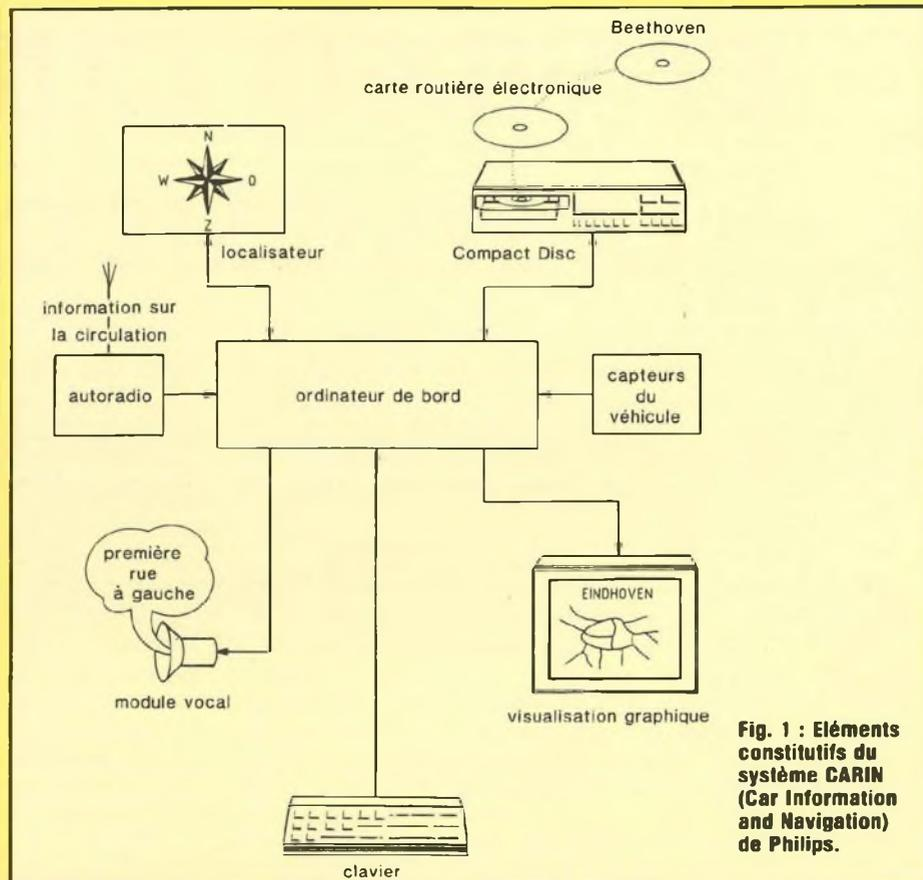

Fig. 1 : Eléments constitutifs du système CARIN (Car Information and Navigation) de Philips.
**S**chématisé sur le dessin de la figure 1, le système CARIN d'information et de navigation – appliqué à l'automobile – se compose d'un certain nombre d'éléments, associés à un ordinateur de bord auquel incombe le traitement des diverses informations qui lui sont communiquées.